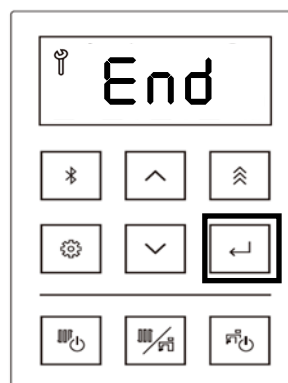

Figura 144
13. Pulse el botón Seleccionar, y la pantalla mostrará "End" (Fin) (figura 144).